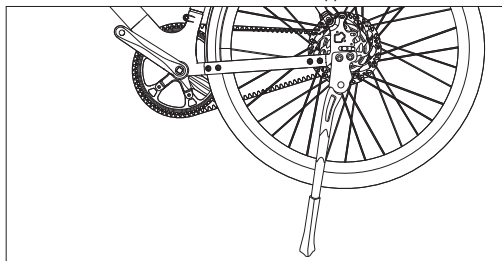

Figura 10-1
- Allentare le viti e le rondelle e rimuoverle dal forcellino, come mostrato nella **Figura 10-1**.